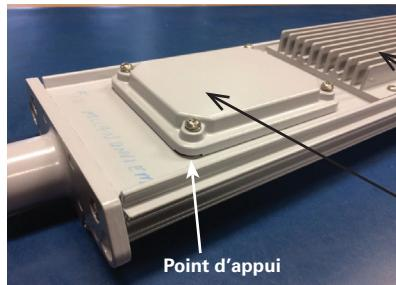

Figure 18
- Afin de faciliter le retrait du couvercle du circuit de commande c.a., un point d'appui se trouve dans l'un des coins du circuit (voir la figure 18).